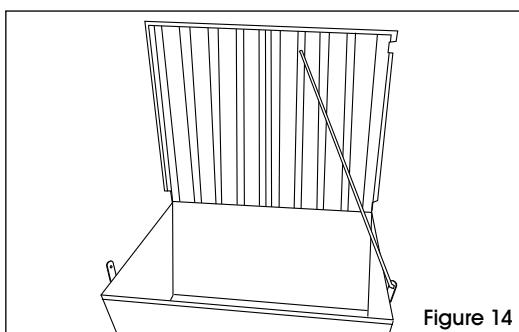

Figure 14
17. Les barres de verrouillage peuvent également être utilisées comme support à couvercle en insérant la goupille d'arrêt dans le trou du support de la barre de verrouillage. (Voir Figure 14)